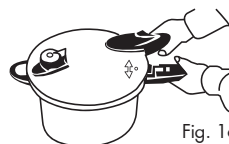

Fig. 16
- Allineare il segno "●" sul coperchio con il segno "▲" sul manico della pentola (parte 13) e aprire il coperchio (Fig. 16).